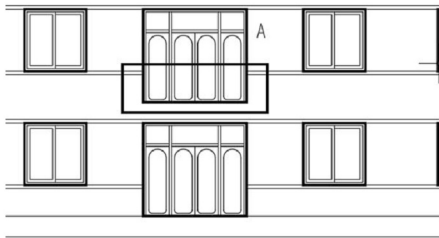

图 4.42 绘制出阳台的轮廓
(3) 启动【矩形】命令 (快捷键 REC)。
① 在指定第一个角点或 [倒角(C)/标高(E)/圆角(F)/厚度(T)/宽度(W)]: 提示下, 输入 “W” 后按 Enter 键。
② 在指定矩形的线宽 <0.0000>: 提示下, 输入 “50” 后按 Enter 键, 将矩形的线宽改为 50mm。
③ 在指定第一个角点或 [倒角(C)/标高(E)/圆角(F)/厚度(T)/宽度(W)]: 提示下, 输入 “@-600, -300” 后按 Enter 键, 指定矩形的第一个角点在相对坐标基点的左下部, 水平向左偏移 600mm, 垂直向下偏移 300mm。
④ 在指定另一个角点或 [面积(A)/尺寸(D)/旋转(R)]: 提示下, 输入 “@4200, 1400” 后按 Enter 键结束命令, 结果如图 4.42 所示。4200mm 为阳台的长度, 1400mm 为阳台栏板的高度 1100mm 加上封边梁的高度 300mm。